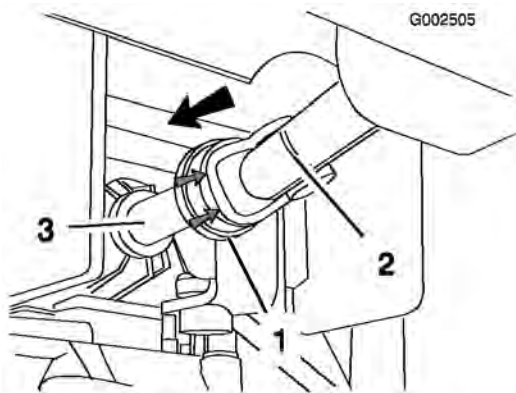

Bild 20
- Ziehen Sie die Gummihaube vorne am Zapfwellenantrieb (ZWA) nach hinten (Bild 20).
- Montieren Sie die Antriebswelle auf der ZWA-Abtriebswelle (Bild 20).